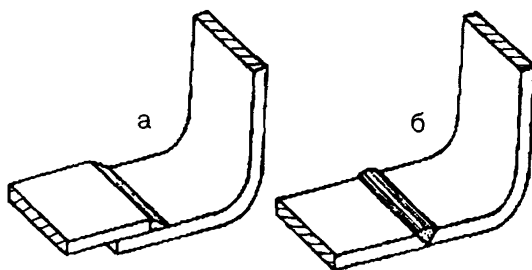

Рис. 2.6. Конструкции сварных соединений: а – плохо, б – хорошо
- прерывистая и точечная сварка, а также сварка внахлест не должны применяться за исключением тех мест, где риск коррозии незначителен (рис. 2.6);